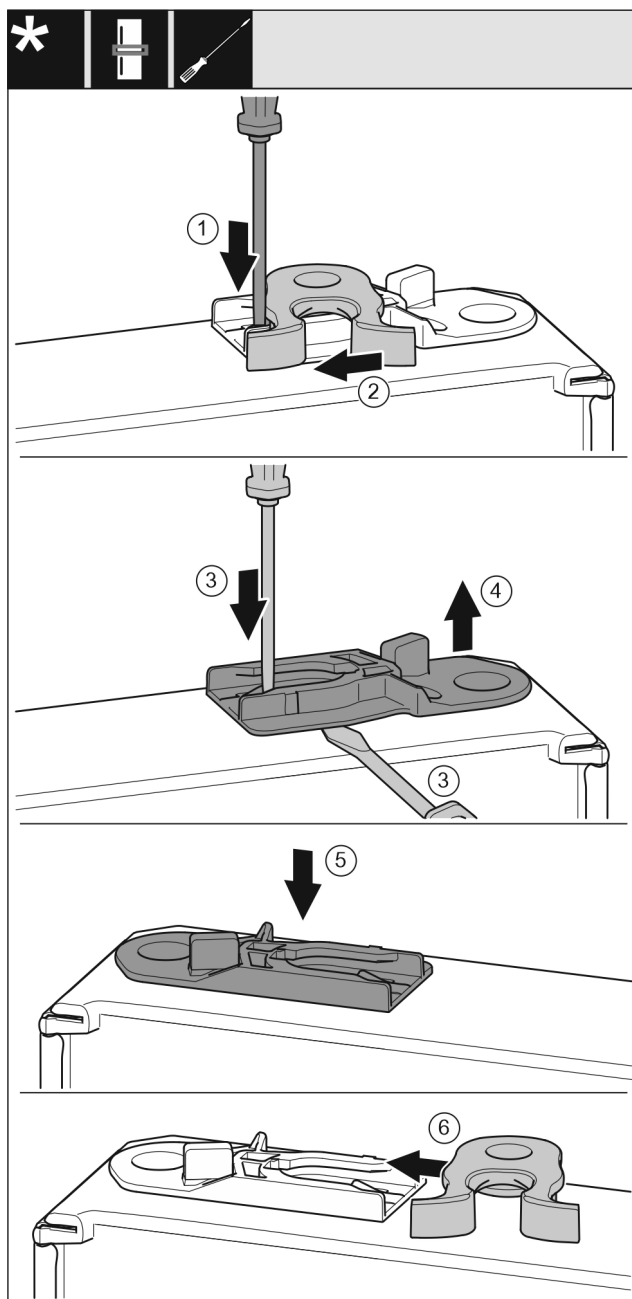

Fig. 47 *
- Plochým šroubovákem přitlačte lamelu Fig. 47 (1) dolů.*
- Vytáhněte petlici Fig. 47 (2) z vedení.*
- Vytáhněte vodící pouzdro Fig. 47 (3, 4): Stiskněte jazyček šroubovákem a současně plochým šroubovákem zajedťte pod vodící pouzdro.*
- Vodící pouzdro Fig. 47 (5) přiložené v příslušenství zasuňte na druhé straně pláště.*
- Petlici Fig. 47 (6) zasuňte do vedení.*